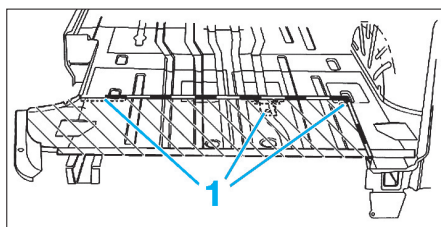

FIG. 65
- Tracer la ligne de découpe en fonction de l'étendue du dommage devant l'une des traverses (Fig.65).